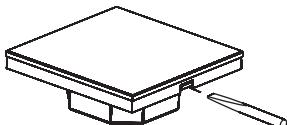

Рисунок 3. Снятие лицевой панели
3.5. Отсоедините лицевую панель от корпуса, аккуратно поддев ее плоской отверткой [Рис. 3].